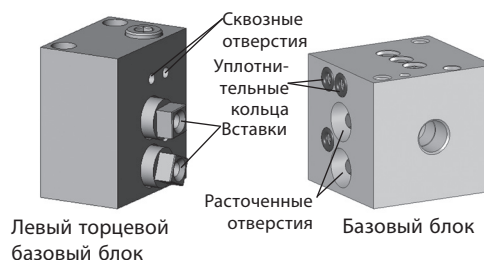

Рисунок 1
2. Установите **базовый блок** на **левый торцевой базовый блок**, совместив **уплотнительные кольца** (9-007) со сквозными отверстиями. Квадратный торец вставок левого торцевого базового блока должен располагаться в расточенных отверстиях базового блока. См. рисунок 1.